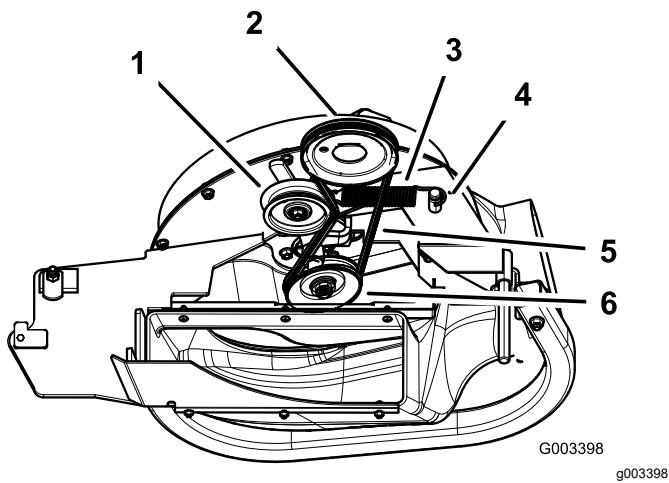

Figura 41
3. Tire hacia atrás de la polea tensora tensada con muelle para aliviar la tensión de la correa (Figura 41).
5. Instale la correa nueva alrededor de las poleas del soplador y de la polea de la carcasa de corte (Figura 41).
7. Tire hacia atrás de la polea tensada con muelle e instale la correa en la polea (Figura 41).